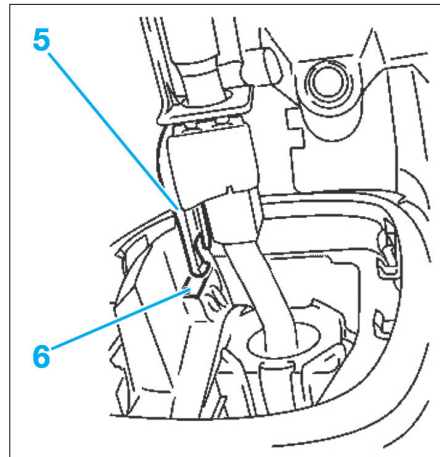

Fig. 22
- Pousser la rondelle (4) vers le haut et retirer le pommeau de levier de vitesses.
- Pousser la pièce de blocage de marche arrière vers le haut et la tourner de 90° dans le sens anti-horaire (Fig.22).